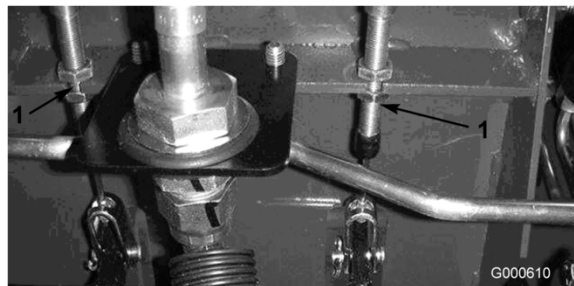

Figura 51
- A. Desaperte a porca dianteira na extremidade roscada do cabo do travão (Figura 51).